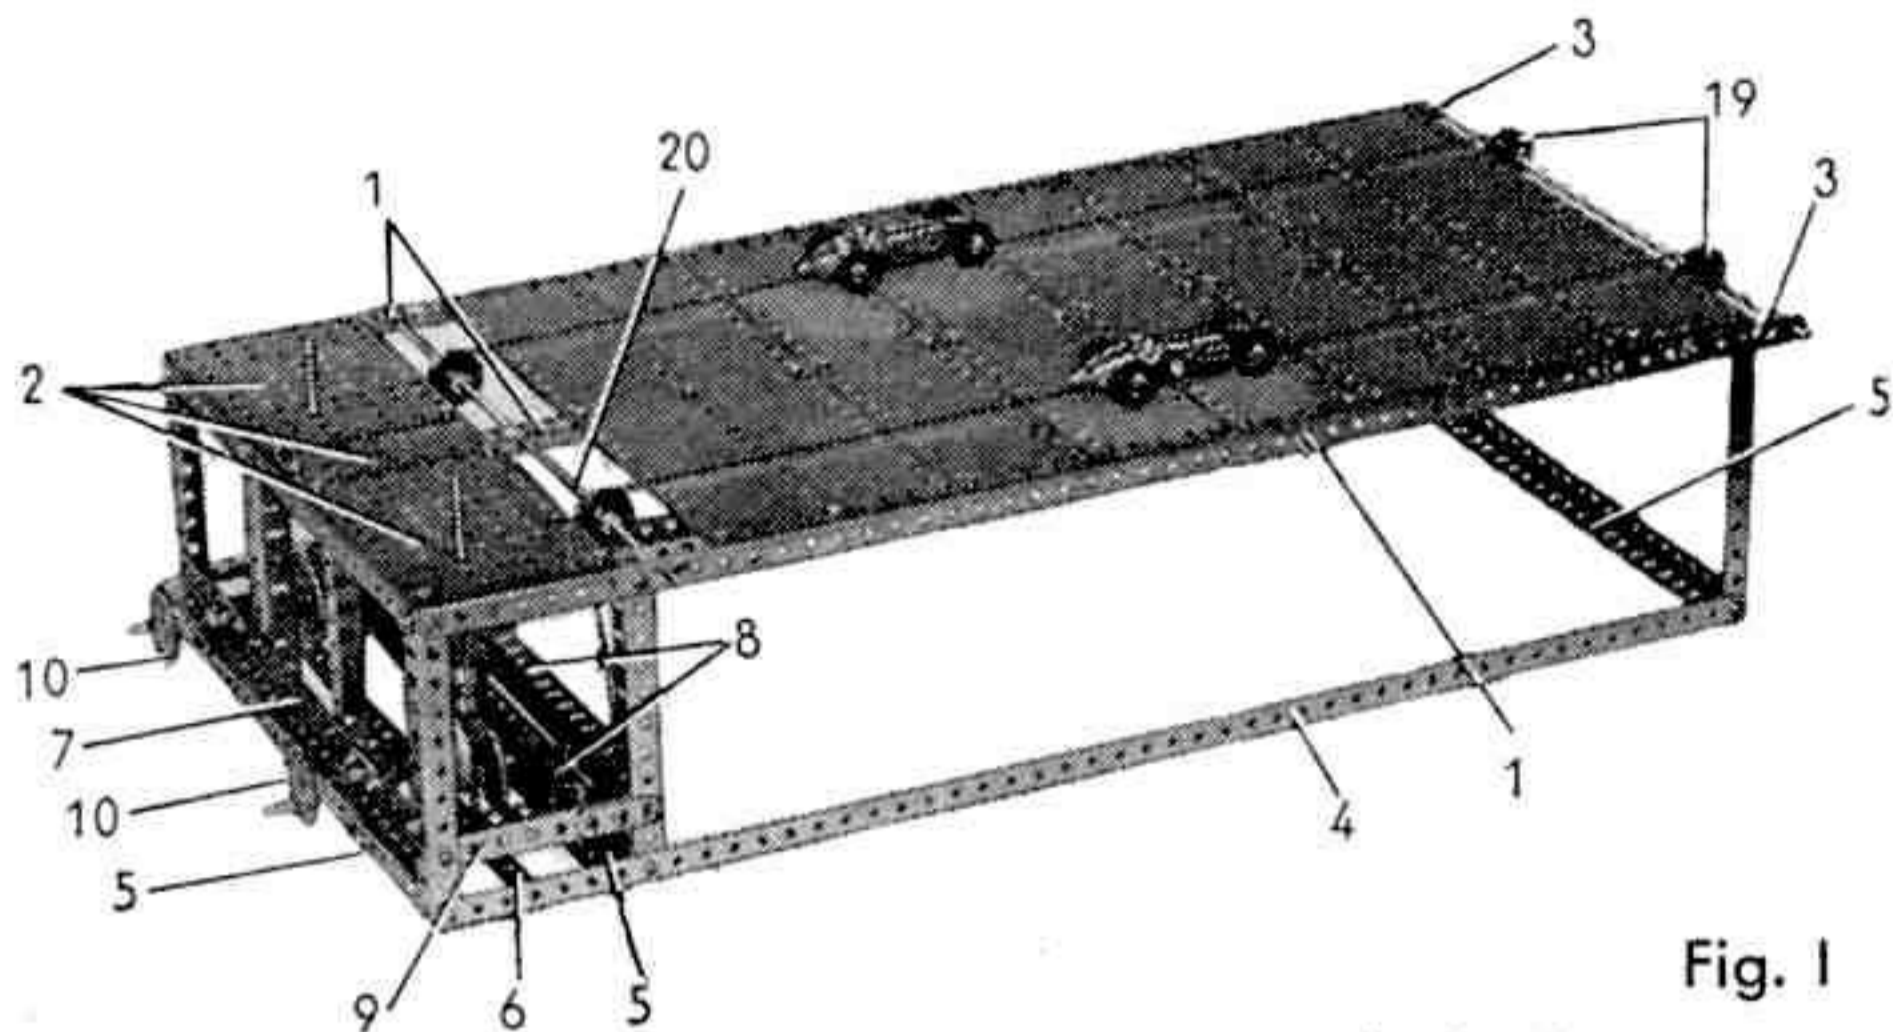

Fig. 1
La piste est formée de huit plaques bandes de 25 trous boulonnées côte à côte sur un cadre rectangulaire (fig. 1). Ce dernier est constitué par trois cornières de 49 trous (1) et deux cornières de 25 trous. Le cadre porte à l'arrière trois plaques sans rebords de  $14 \times 9$  cm. (2) et chaque cornière latérale (1) est prolongée de deux trous à l'avant par une bande de 5 trous (3).
Chaque côté du châssis qui soutient la flèche est formé d'une cornière verticale de 15 trous (33), d'une cornière horizontale de 5 trous et d'une cornière oblique de 11 trous (fig. 1). Un petit gousset d'assemblage (34) est boulonné sur chaque cornière (33). Les deux côtés du bâti sont réunis par une cornière de 7 trous, une bande coudée de 60 x 12 mm. et deux bandes de 11 trous entrecroisées. Le bâti est boulonné sur la plaque (8).